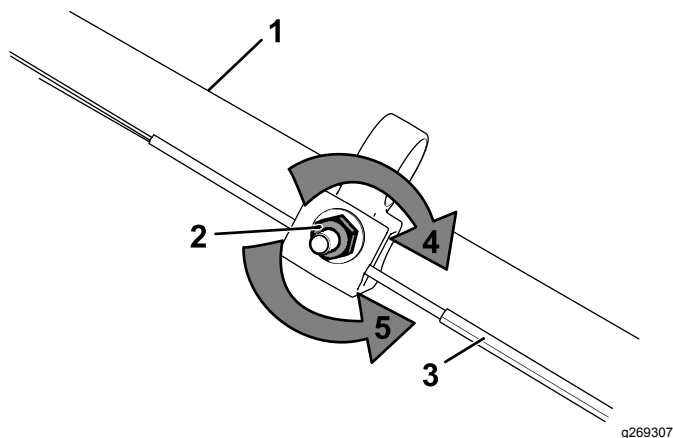

Figure 34
1. Tournez l'écrou de réglage dans le sens antihoraire pour desserrer le réglage du câble (Figure 34).
- Ajustez la tension du câble (Figure 34) en le tirant en arrière ou en le poussant en avant puis en le maintenant à cette position.